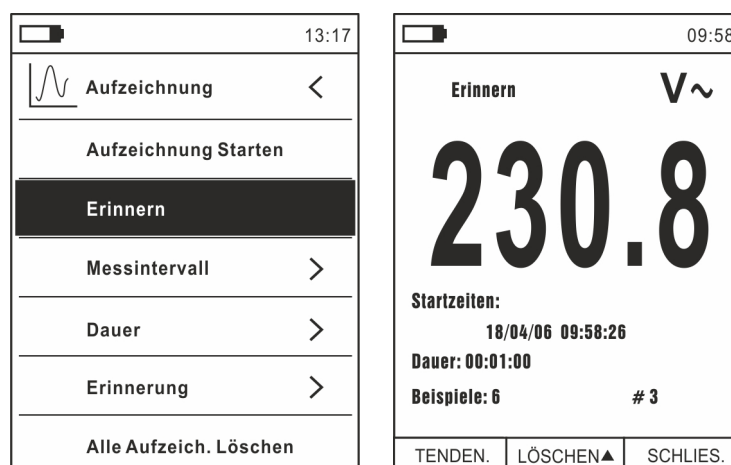

Abb. 38: Data Logger Funktion – Aufruf von aufgezeichneten Daten
16. Wählen Sie den Eintrag “Erinnern” (siehe Abb. 38 – linke Seite) und drücken Sie die Taste ≡. Die Bildschirmseite in Abb. 38 – rechte Seite erscheint im Display.